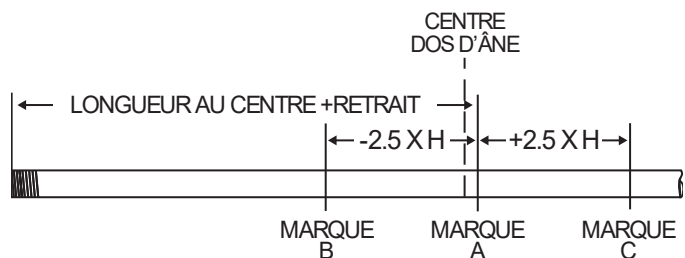

Figure 9
- Mesurer **2,5 x la hauteur (H)** de chaque côté de la MARQUE A (tableau 3) pour les MARQUES B et C.
- Marquer le conduit. (Fig. 9)